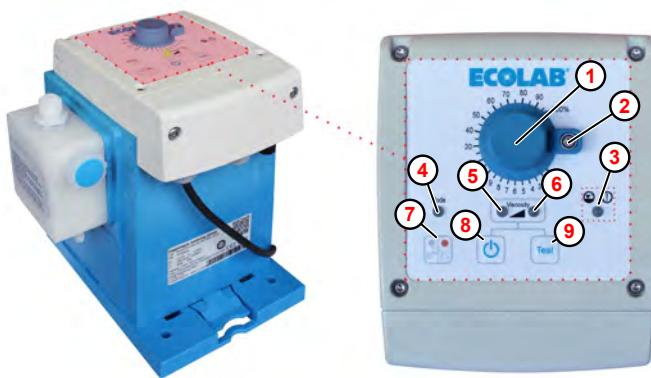

Fig. 15: Botón de encendido/apagado de «EcoUp»
- ① Botón giratorio para el ajuste de la cantidad de dosificación
- ② Bloqueo del ajuste de la cantidad de dosificación
- ③ LED: mensaje de alarma; rojo intermitente
- ④ LED del modo de funcionamiento
- ⑤ LED del estado de funcionamiento / modo de dosificación Viscosity low
- ⑥ LED del estado de funcionamiento / modo de dosificación Viscosity high
- ⑦ Pulsador de commutación del modo de funcionamiento manual/impulso
- ⑧ Interruptor de encendido/apagado
- ⑨ Botón de test
1. La bomba se enciende o apaga mediante el pulsador de encendido/apagado (Fig. 15 , ⑧).
En función del modo de dosificación seleccionado, se enciende o parpadea el LED izquierdo (Fig. 15 , ⑤ , Viscosity low) o el LED derecho (Fig. 15 , ⑥ , Viscosity high).
1. ➤ En el primer encendido, la bomba está ajustada en el modo de funcionamiento manual; el LED del modo de funcionamiento (Fig. 15, ) está apagado. La bomba comienza a funcionar inmediatamente tras el encendido; el LED del estado de funcionamiento/modo de dosificación  o  se ilumina en verde.